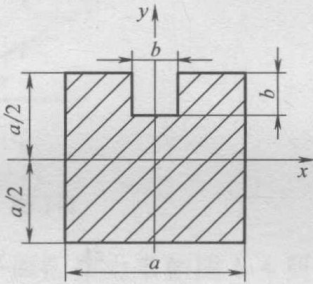

图 1-12
(15) 匀质薄板如图 1-12 所示，尺寸 $a = 8\text{cm}$ ， $b = 2\text{cm}$ ， y 轴为薄板对称轴，则薄板重心坐标为 ()。